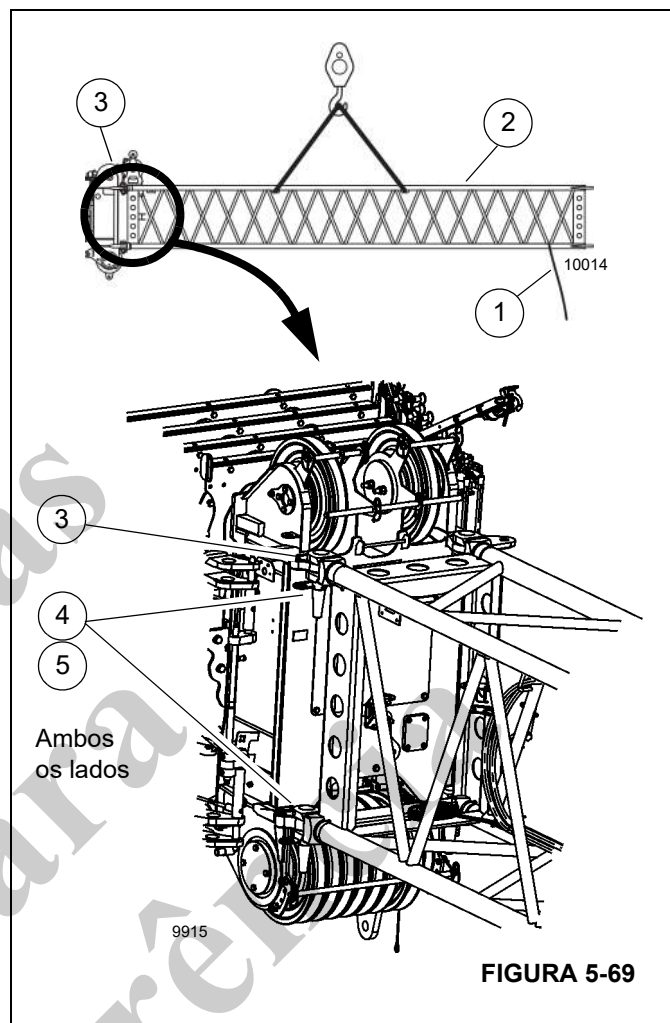

FIGURA 5-69
5. Prenda um cabo de apoio (1, Figura 5-69) à extremidade da seção do inserto da treliça (2).
6. Eleve o inserto da treliça na frente da extremidade da lança principal (3) de forma que os quatro orifícios dos pinos fiquem alinhados em ambos os lados.
7. Instale os pinos (4) e os grampos de retenção (5).
4. Retire os grampos e pinos de retenção (4 e 5, Figura 5-69) dos pontos de conexão.
5. Insira os pinos (4) nos suportes. Prenda os pinos (4) com os grampos de retenção (5).
6. Remova o inserto da treliça (2). Abaixee o inserto da treliça sobre uma superfície estável.